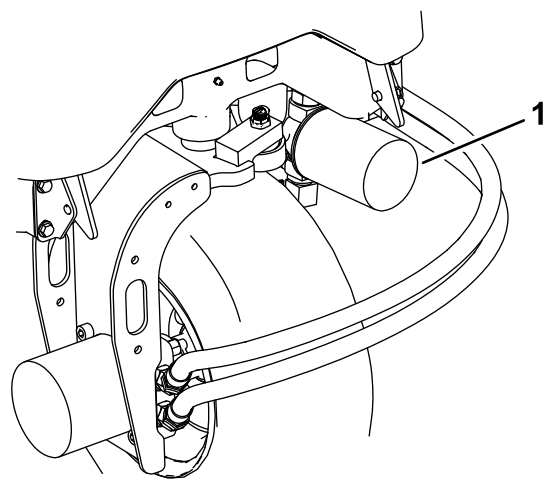
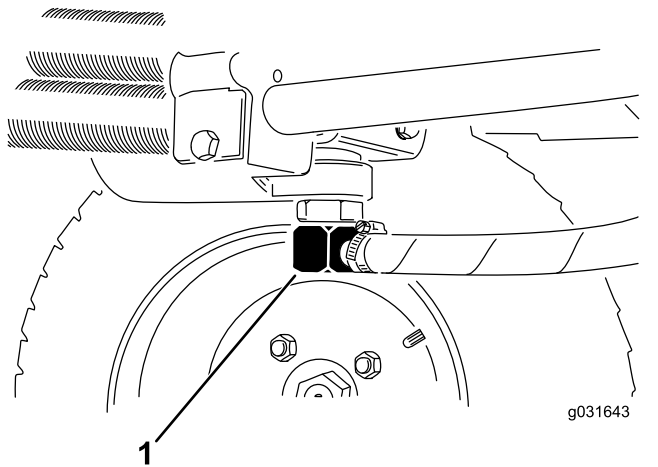

Figura 62
Figura 63
3. Limpe em torno da área de montagem do filtro, coloque um recipiente de escoamento debaixo do filtro e retire o filtro (Figura 62).
2. Desconecte as linhas hidráulicas ou retire o filtro hidráulico e deixe que o fluido hidráulico esorra para dentro de um recipiente de escoamento (Figura 62 e Figura 63).
3. Instale as linhas hidráulicas quando o fluido parar de escorrer (Figura 63).